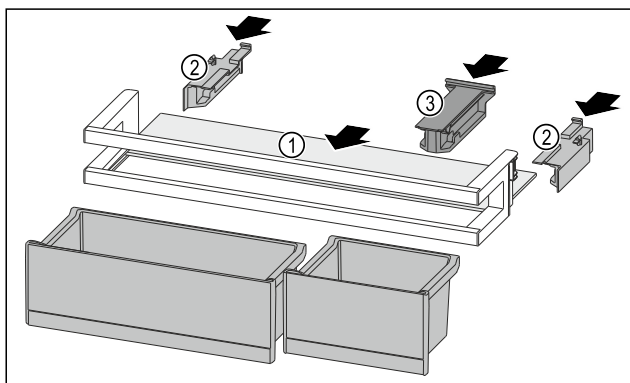

Fig. 88
- ▶ Zasuňte odkladaciu plochu Fig. 88 (1) do bočných vybraní.
- ▶ Vložte bočnice Fig. 88 (2).
- ▶ Vložte prídržný diel Fig. 88 (3).